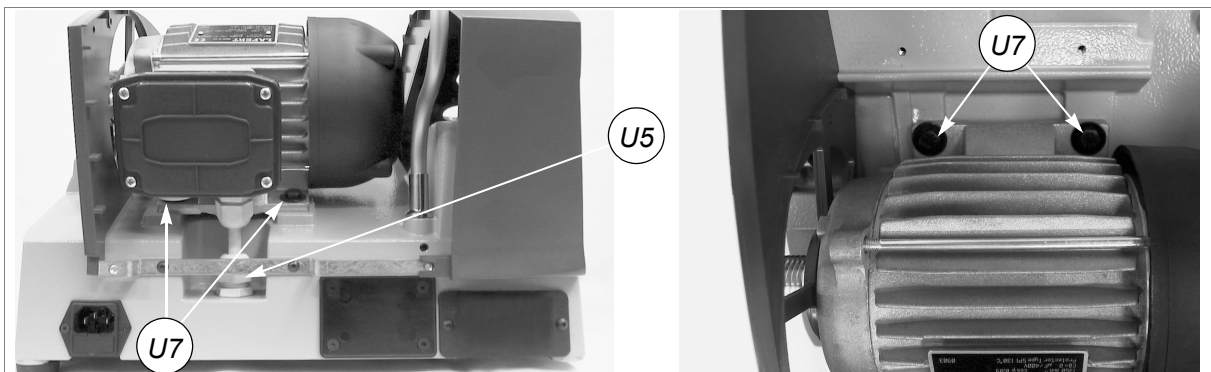

Fig. 42
- 8) Draai de kabeldoorgang (U5) los (fig.42).
- 10) Draai de 4 bevestigingsschroeven (U7) (fig.42) van de motor los en verwijder de motor (let op voor de kabel).